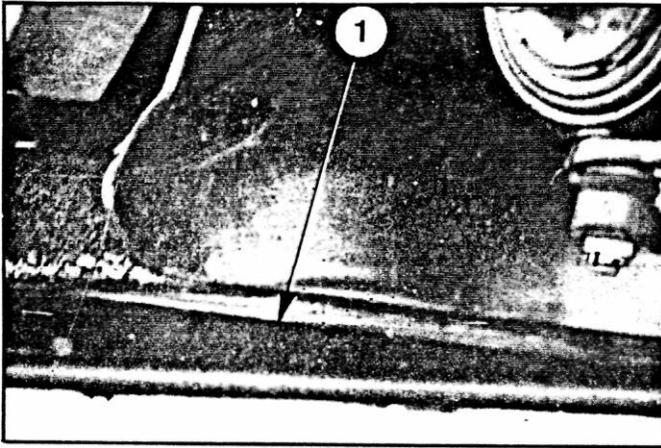

Abb. 25
- 1) Innenraum der Schutzbleche des Federungsmechanismus und Vorderachse, rechts u. links (Abb. 25)
- Hierzu: Stopfen (A) unter dem Schutzblech abnehmen und hineinsprühen.